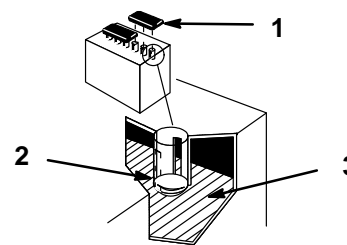

Figure 38
2. Le moteur étant à l'arrêt, retirer les bouchons pour voir l'intérieur des éléments. L'électrolyte doit arriver au bas des tubes (Fig. 38). Ne pas laisser le niveau de l'électrolyte descendre en dessous du sommet des plaques (Fig. 38).
2. Retirer les bouchons de remplissage (Fig. 38).
3. Verser lentement de l'eau distillée dans chaque élément de la batterie jusqu'à ce que le niveau arrive au bas du tube (Fig. 38).